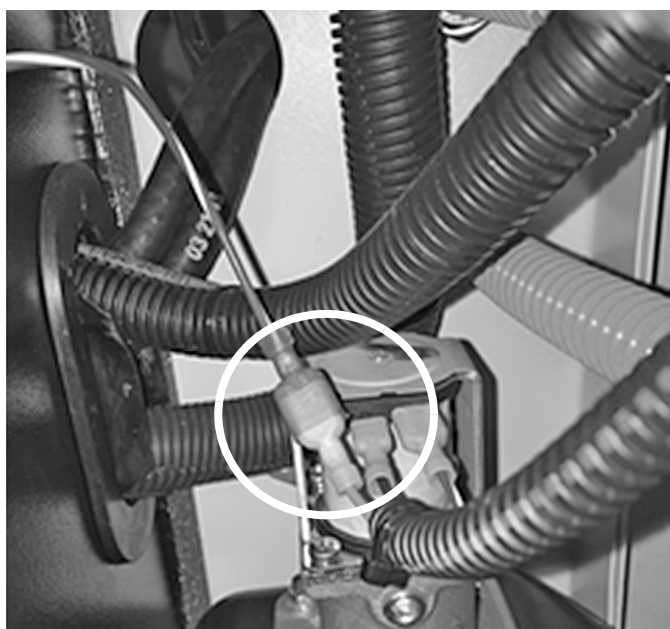

Figura 3-6.
7. Retire el cable rojo inferior y conéctelo al cable de referencia número 4. Conecte el cable de referencia número 3 donde estaba el cable rojo en la válvula de gas. (vea la Figura 3-6.)